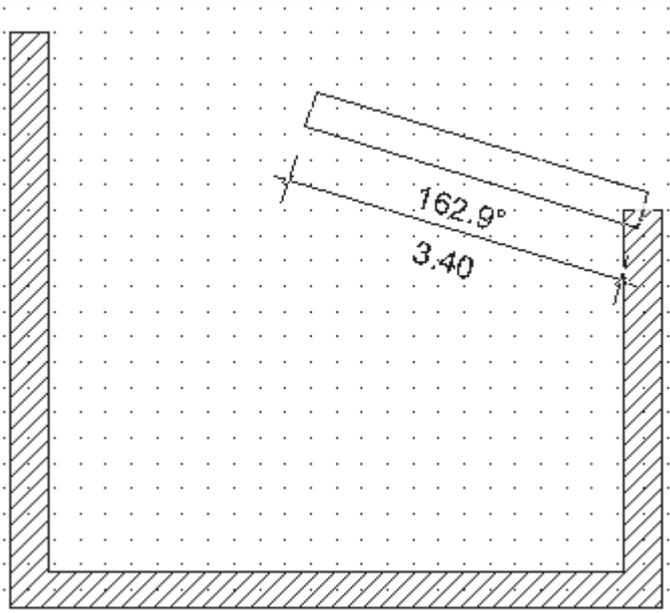

Рис. 1.22. Непрерывный ввод стен в ArCon
– в этом режиме вы можете последовательно создавать неограниченное количество соединенных между собой стен, указывая с помощью мыши их начальные и конечные точки (рис. 1.22). При этом окончание каждой предыдущей стены считается началом следующей. Для прекращения ввода необходимо воспользоваться клавишей Esc.